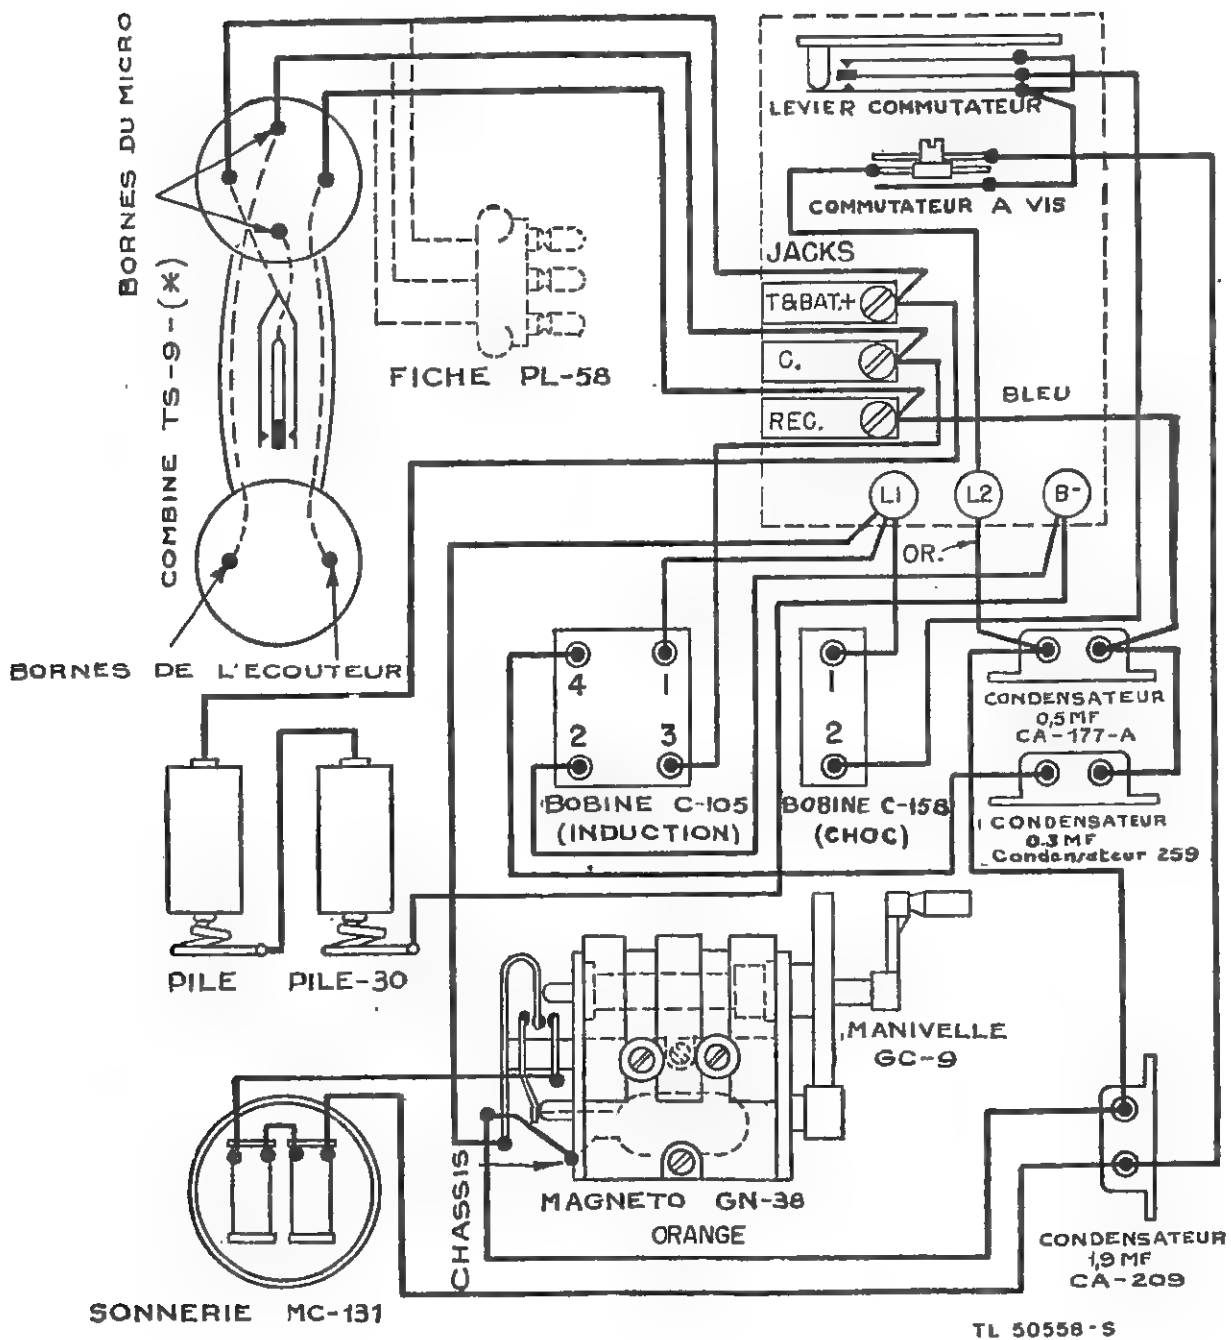

Figure 27. Téléphone EE-8. Schéma de câblage.
- (1) Tableau de dépannage (§ 48).
- (2) Schéma de câblage du téléphone EE-8-(*) (fig. 27, 28 et 29).